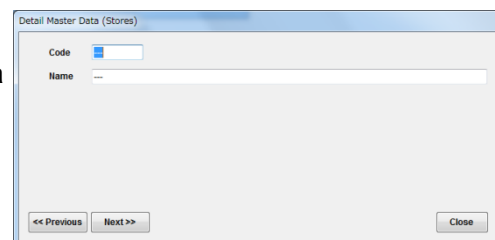

Fig.14-4 Detail Master Data 画面
- (4) データの変更はできません。
- (5) アイテム上でクリックすると“Detail Master Data ダイアログ”(図 14-4) が表示されます。
- (6) [Close]を選択し “Stores 画面”に戻ります。